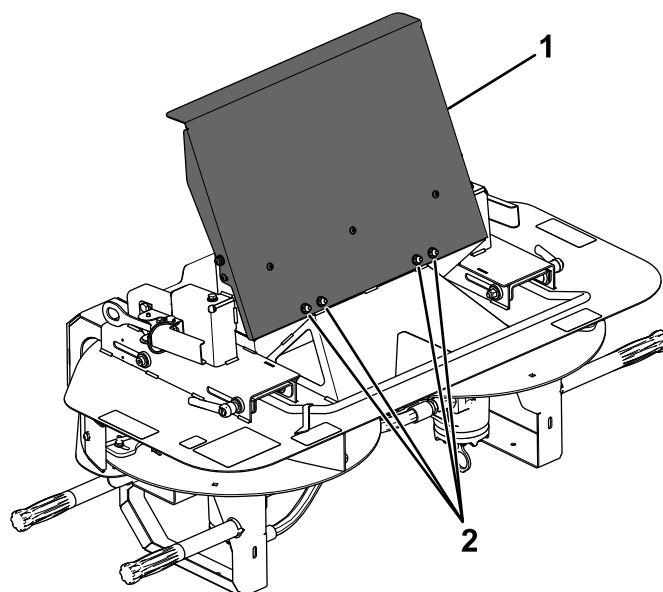

Figura 2
3. Montate lo sportello della tramoggia utilizzando i bulloni a testa tonda (1/4" x 5/8") e i dadi di bloccaggio (Figura 2) in dotazione.